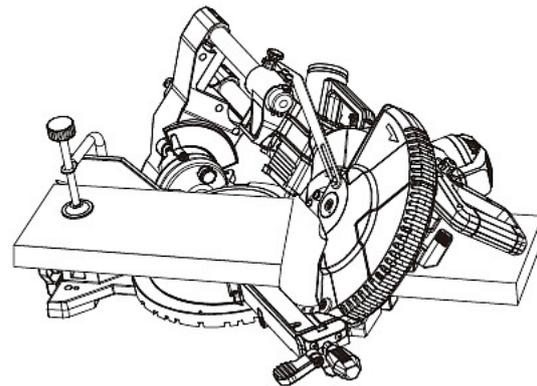

Abb. 41: Verbundschnitt
Schritt 1: Schieben Sie den 33,9° - Neigungsrastbolzen (3) zur Rückseite der Maschine hin.
Schritt 2: Lösen Sie den Neigungsverriegelungsgriff (1).
Schritt 3: Drehen Sie den Schneidkopf, bis der 33,9° - Neigungsrastbolzen (3) den Neigungswinkel bei 33,9° auf der Neigungsskala (2) stoppt.
Schritt 4: Ziehen Sie den Gehrungsverriegelungsgriff (1) vor dem Schneiden fest.
**Verbundschnitt (Abb. 41)**